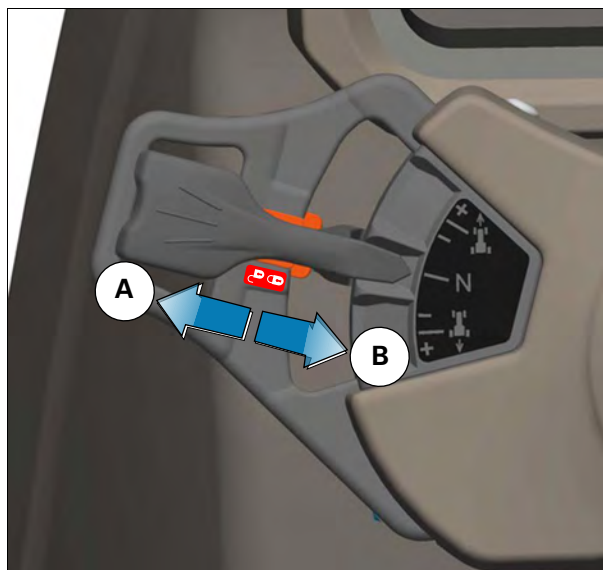

Рис. 6.
**ВАЖНО:** Чтобы отключить ParkLock после запуска двигателя, необходимо заменить позицию переключателя в памяти электронного блока управления с закрытой на открытую рис. 6.